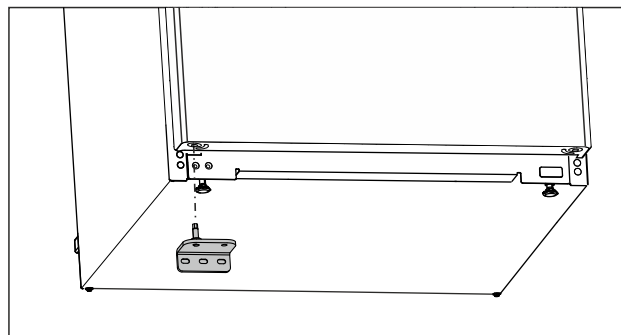

Fig. 24
- ▶ Установите нижний опорный кронштейн на противоположной стороне. (см. Fig. 24)